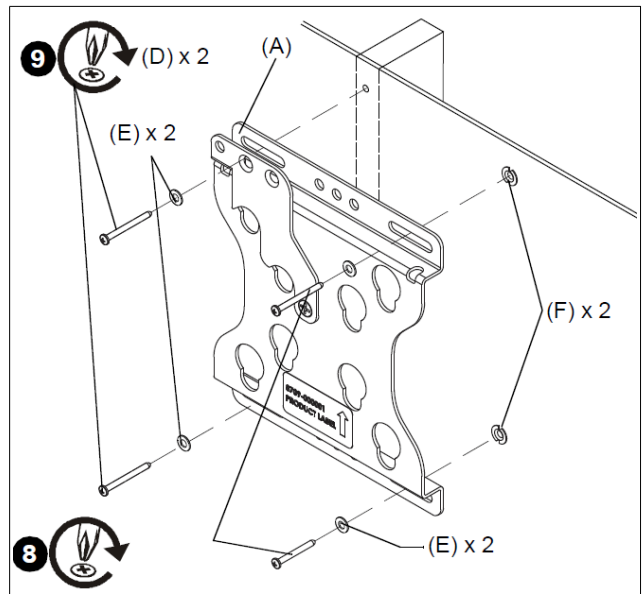

図 4
3.図のように、補強材部分の固定には木ネジを、ボードアンカーをセットした部分にはボードアンカーにとりつけてあったネジで取り付けてください。(図4を参照してください)